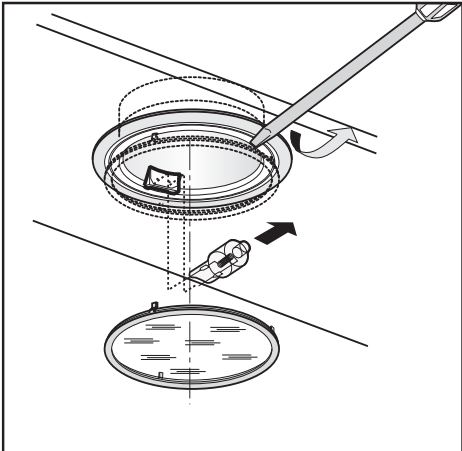

Fig.8
• **Sostituzione delle lampade alogene (Fig.8).**